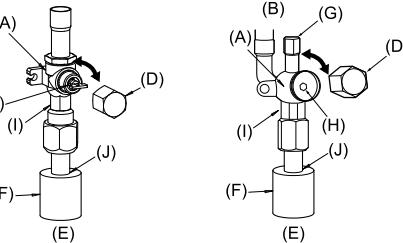

Fig. 4-6
(2) Πλευρά υγρού RP100-140 και Πλευρά αερίου/υγρού RP35-71 (Fig. 4-6)